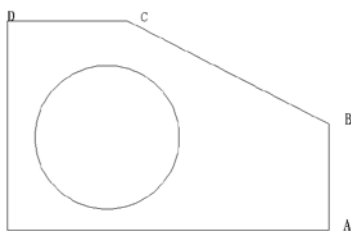
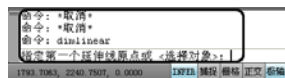

图 9.56 需要标注的图形
图 9.57 发出的命令
(1) 启动 AutoCAD 2012 绘制如图 9.56 所示的图形。在命令窗口输入 dimlinear，按 Enter 键，命令窗口提示：【指定第一个延伸线原点或<选择对象>：】，如图 9.57 所示。